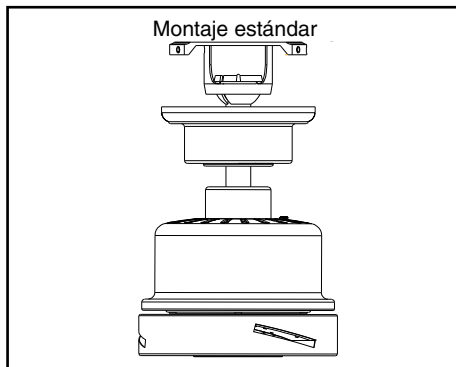

Figura 9
4. Con cuidado alza el conjunto del ventilador hasta la placa de montaje en el techo. Asegúrate de que la pestaña sobre la placa de montaje encaje bien en la ranura de la esfera de soporte. (Figura 9)